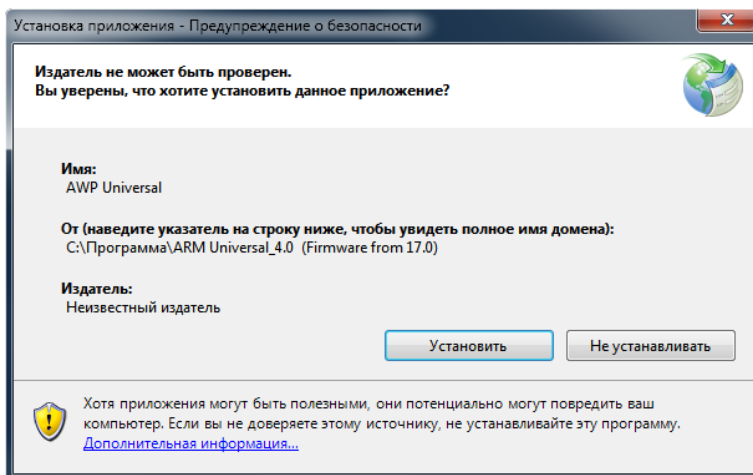

Рисунок 2.52 – Установка AWP Universal
- Установить программу для работы с прибором, для этого запустить файл (setup.exe) установки программы и нажать кнопку «УСТАНОВИТЬ» (рис. 2.52).